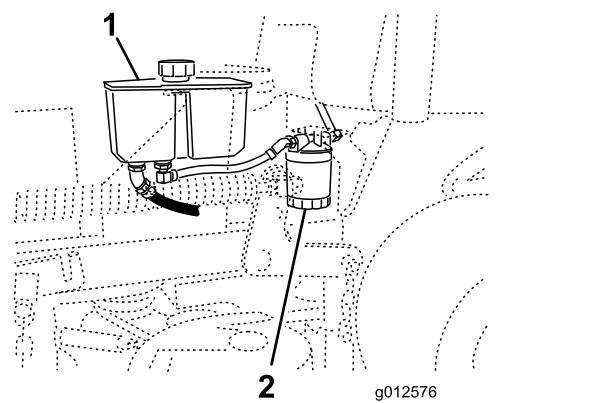

Figura 73
- Individuate il filtro e collocate una bacinella di spurgo sotto il filtro stesso (Figura 73).